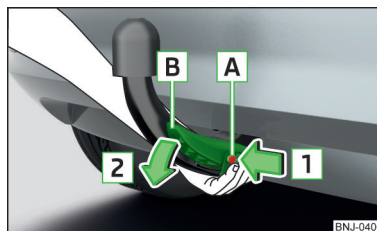

Fig. 241
- Afferrare la testa sferica dal basso » fig. 241.